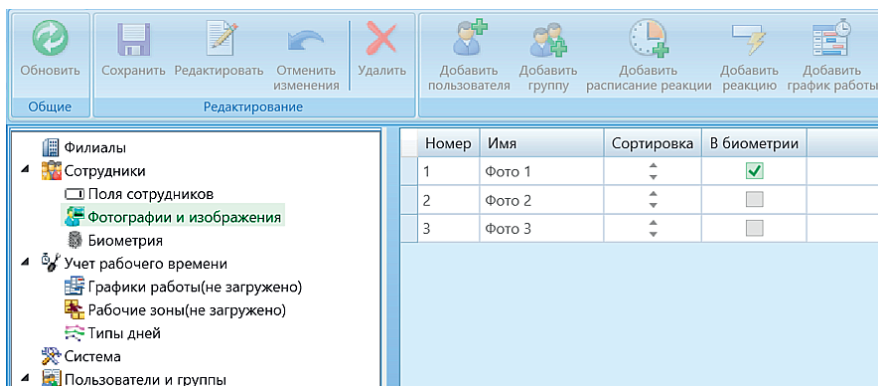

Рис. 5. Выбор эталонного фото сотрудника для распознавания
1. В разделе «Фотографии и изображения» через кнопку «Редактировать» отметьте флажком одно фото сотрудника, которое будет использоваться для распознавания лица (рис. 5). Отмечайте только одну фотографию.